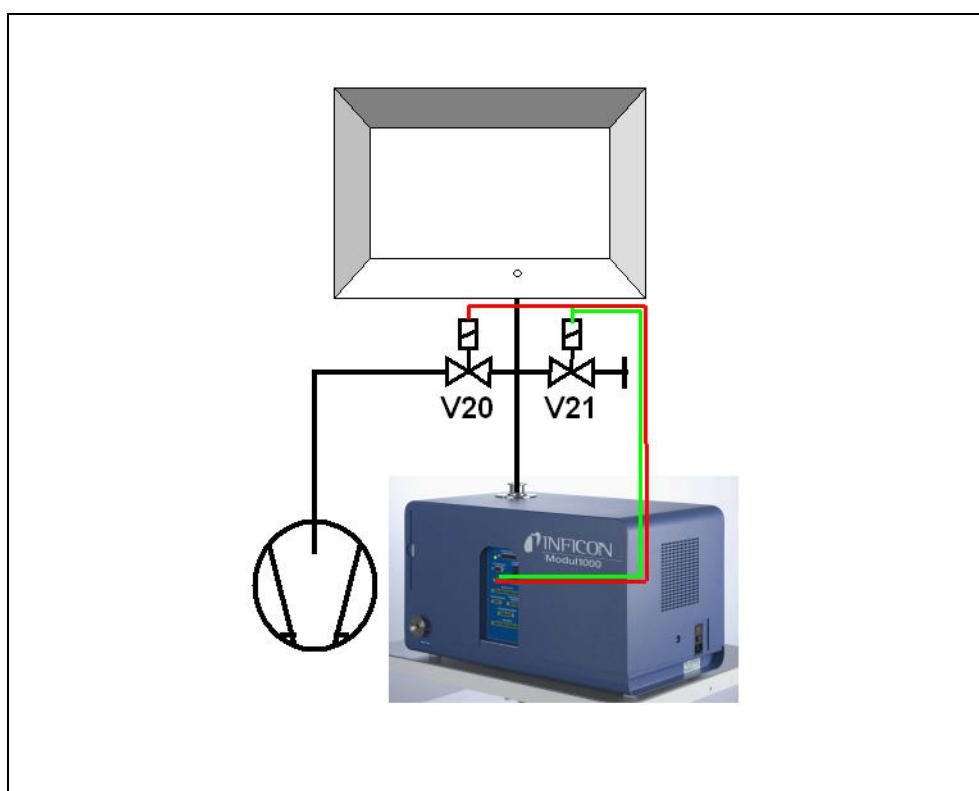

Fig. 5-1 Utilisation avec flux partiel
Le Modul1000 évacue l'air de la chambre à vide, également possible en mode flux partiel (Fig. 5-1 Utilisation avec flux partiel). La pièce à tester située dans la chambre à vide est reliée au système de remplissage d'hélium à travers les parois de la chambre et alimentée en hélium lorsque la chambre à vide est à l'état évacué.
- 2 Après le déclenchement du signal START, le Modul1000 commence à évacuer l'air de la chambre à vide. Si une pompe à flux partiel est connectée au Modul1000, la vanne à flux partiel V20 (Fig. 5-1) est activée puis le processus de contrôle s'exécute par l'intermédiaire de la pompe à flux partiel conformément au paramétrage du flux partiel.
- 11** Ensuite, la chambre à vide est ventilée par le Modul1000 (et la vanne de flux externe V21 (Fig. 5-1) si raccordée) jusqu'à atteindre la pression atmosphérique.